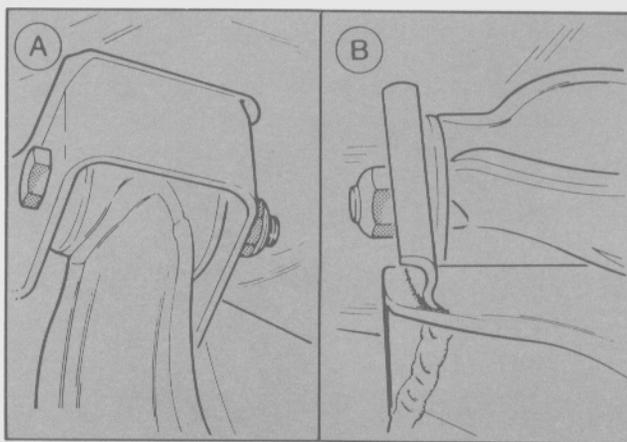

Fig. 32. Fijación del brazo inferior al travesaño
- Retirar los tornillos y tuercas de sujeción del brazo inferior al travesaño (Fig. 32).